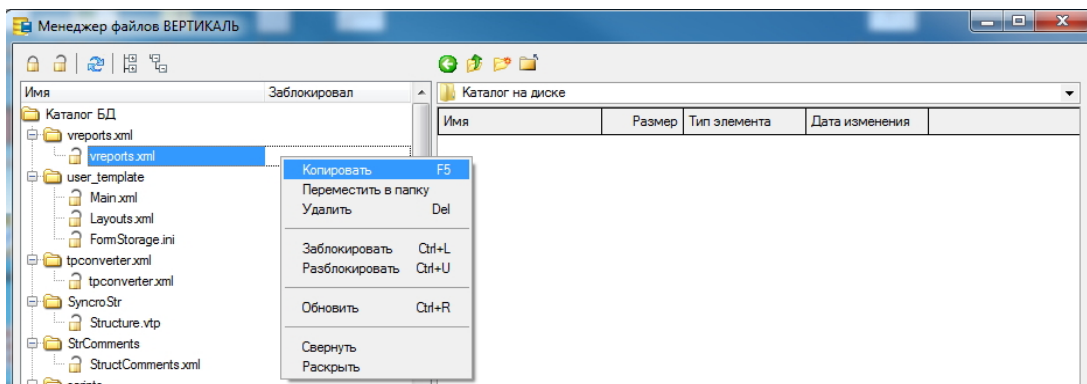

Рис. 3.1
1. С помощью приложения **Менеджер файлов ВЕРТИКАЛЬ** скопируйте на диск файлы (рис. 3.1):